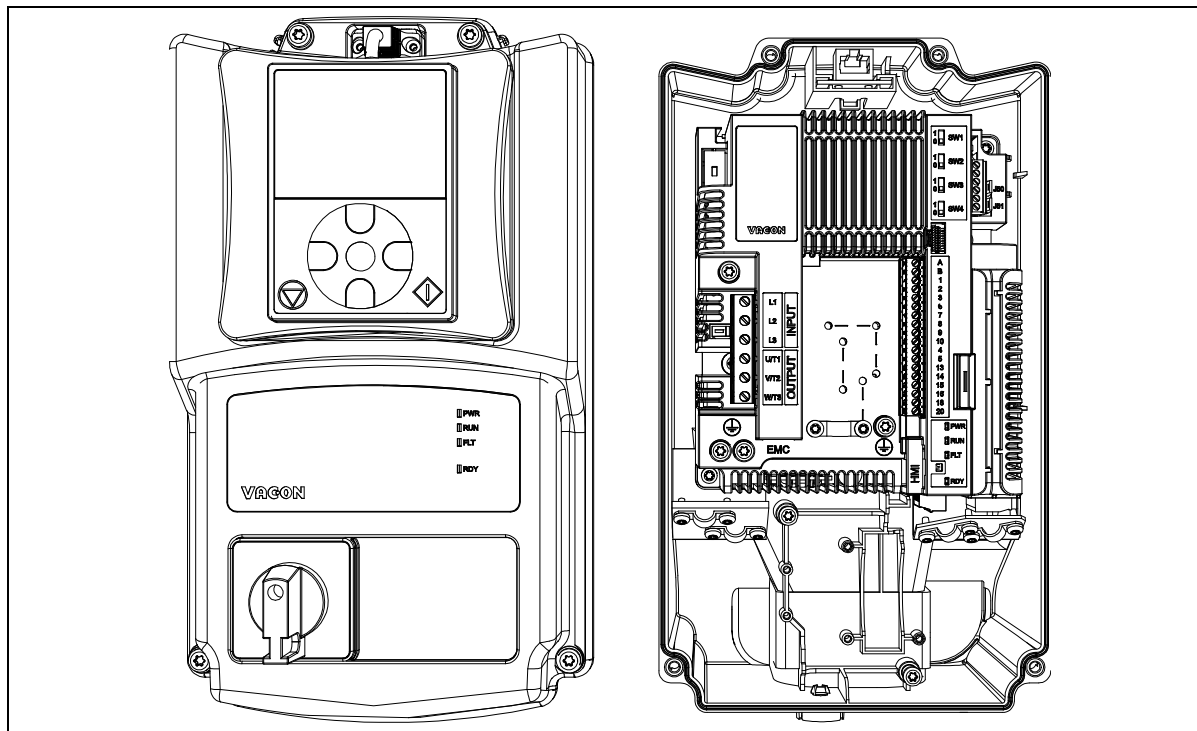

Figure 22. MU2 exemple: couverture ouvert.
- Enlever la couverture en plastique du convertisseur de fréquence comme montré dans Figure 22.